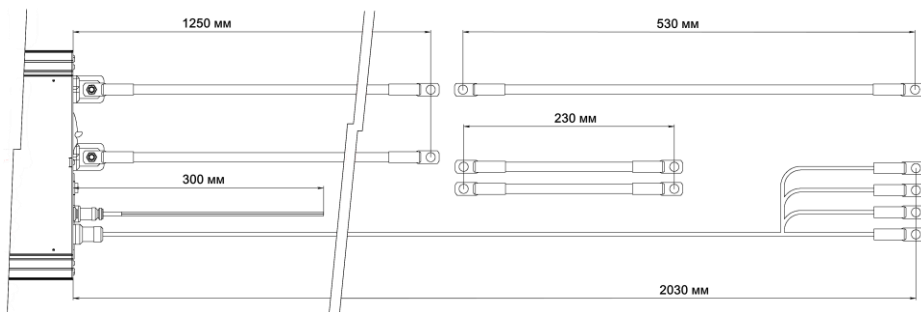

Рисунок 8. Довжина кабелів UPS-4048.
4.2.15 Довжину кабелів UPS-4048 вказано на Рис.8